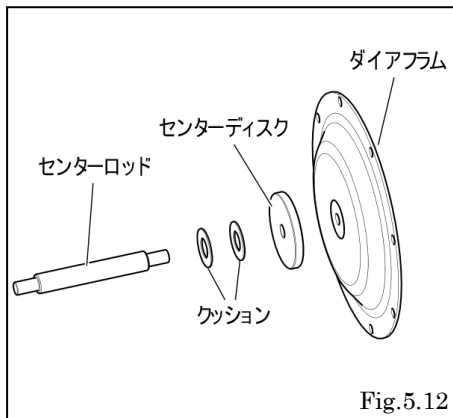

Fig.5.12
- ・センターロッドの片側に、クッション、センターディスク、ダイアフラムの順に取り付ける。[Fig.5.12]